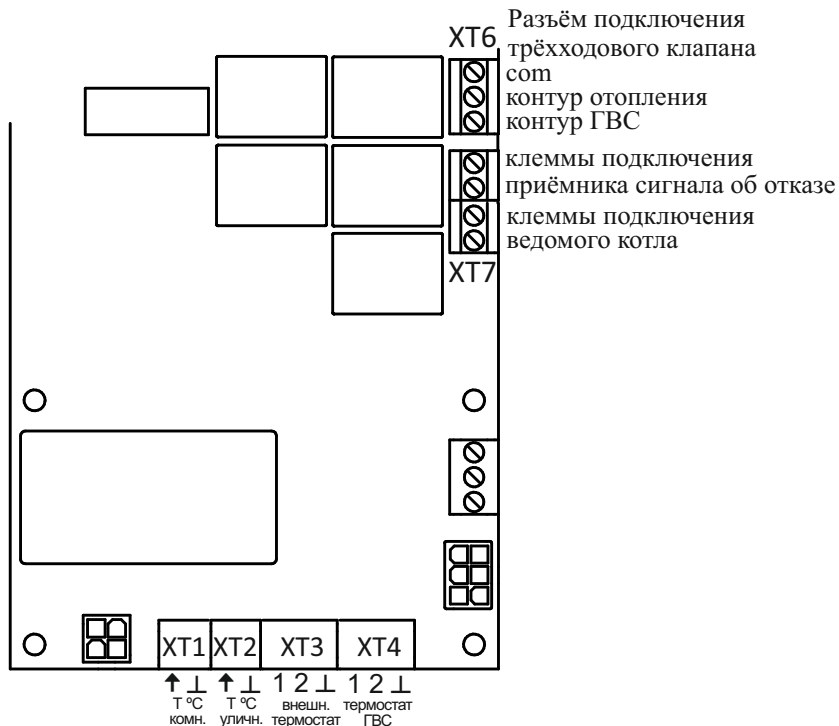

Рисунок 4.
4.5 Плата управления содержит винтовые зажимы для подключения как датчиков температуры воздуха, входящих в комплект прибора, так и других внешних устройств. Расположение разъемов для подключения к прибору внешних устройств показано на рис. 4
4.5.3 **Разъём ХТ3** предназначен для подключения внешнего термостата, ведущего котла или интеллектуальных термостатов MY HEAT GSM, MY HEAT SMART или их аналогов. Для включения нагрева крайние контакты разъёма (1 и ⊥) должны замкнуться, для отключения — разомкнуться. Трёхпроводной термостат следует подключить в соответствии с рис. 4. В случае применения нормально замкнутого (нагрев до размыкания) двухпроводного внешнего воздушного термостата (или ведущего котла), подключаемого к контактам 1 и 2, контакты 2 и ⊥ должны быть соединены перемычкой. Срабатывание термостата вызовет отключение нагрева.
4.5.4 **Разъём ХТ4** предназначен для подключения устройства контроля температуры косвенного водонагревателя, например модуля ГВС EVAN AQUA. В качестве устройства может выступать трёхконтактный термостат (подключаемый в соответствии с рис. 4), нормально замкнутый (нагрев до размыкания) двухконтактный термостат (подключаемый к контактам 1 и ⊥) или NTC-датчик 10 кОм (подключаемый к контактам 2 и ⊥). В зависимости от температуры воды в косвенном водонагревателе производится переключение трёхходового электромагнитного клапана, подключенного к разъёму **ХТ6**, на подачу потока теплоносителя в теплообменник косвенного водонагревателя или обратно в контур отопления и изменение температуры уставки теплоносителя на максимально разрешённую (см. п. 7.4.2.5) или обратно на необходимую для нормальной работы системы отопления.